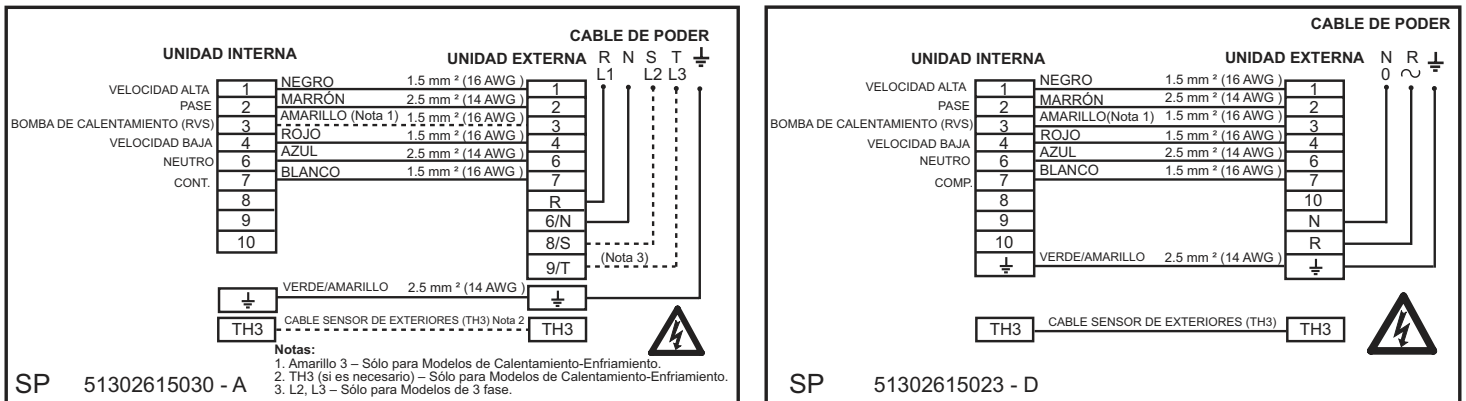

Fig. 15
2. Conecte el cable eléctrico el cual conecta las unidades interna y externa al conector apropiado. Pele cada cable por una distancia de 8 mm y con la ayuda de un destornillador conecte los cables al conector. Asegúrese de que cada cable esté conectado a su pareja de acuerdo al color. Ver Fig. 15.
4. Conecte el sensor externo ① al conector marcado como "TH3". Páselo, junto con el cable eléctrico, afuera de la caja de control a través de la abrazadera del cable eléctrico.